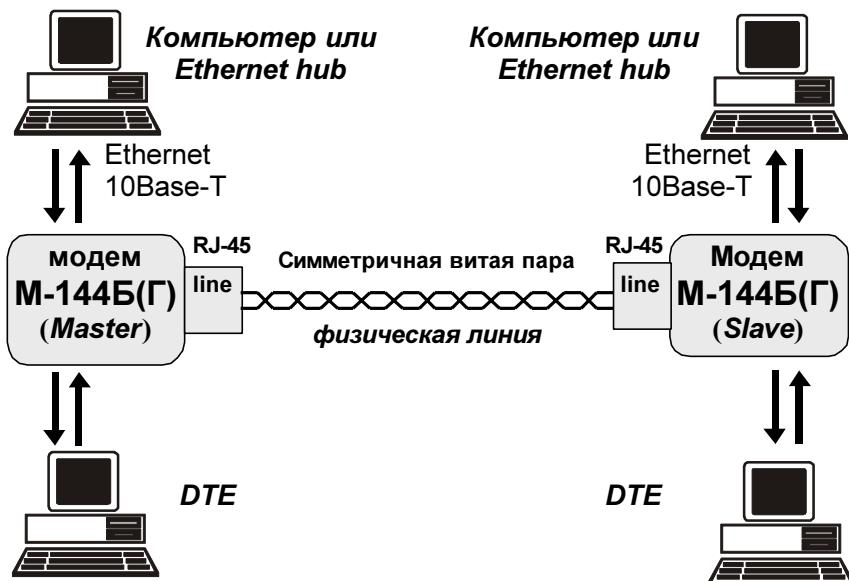

Рис. 7. Схема соединения модемов
Схема соединения модемов для организации дуплексного канала связи приведена на Рис. 7. Назначение контактов линейного разъёма приведено в приложении (см. Приложение 1). В качестве линейного разъёма применяется восемиконтактная вилка **RJ-45**. В любом случае, для подключения к физической линии используются только два средних контакта. Полярность при подключении к проводам линии значения не имеет. Остальные контакты необходимо оставить незадействованными (за исключением случая использования специального грозозащитного заземления. Модемы с такой грозозащитой поставляются по специальному заказу).
1. Соединить модемы в соответствии со схемой, приведенной на Рис. 7 (стр.11).